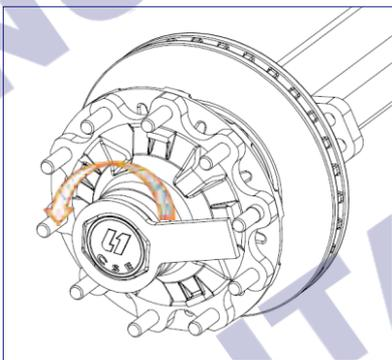
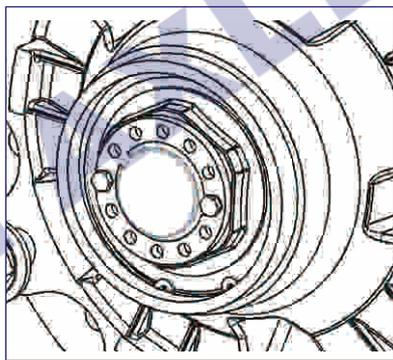

图1
图2
- ① 拆卸前应将要拆卸的轴体用千斤顶顶起钢板簧支座的下方，使轮胎轮胎离地，并应当解除该轮端的驻车制动。
- ② 对于盘式制动器车轴，执行拆卸程序前需先拆下轮胎以及制动器。
- ③ 如图1所示，用端盖扳手逆时针扳动端盖、将其拆下，露出如图2所示轴头螺母组件。